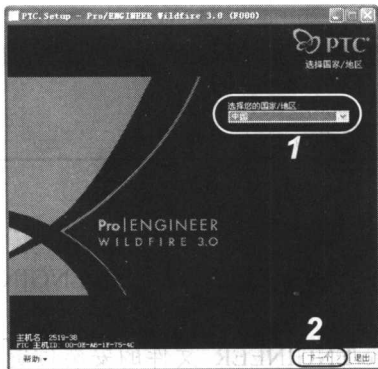

图 1-3 安装界面
(1) Pro/ENGINEER Wildfire 3.0 提供 3 张安装光盘, 在光驱中插入第一张光盘, 打开如图 1-3 所示的安装界面, 在“选择您的国家/地区”下拉列表框中选择“中国”, 单击“下一个 >”按钮。